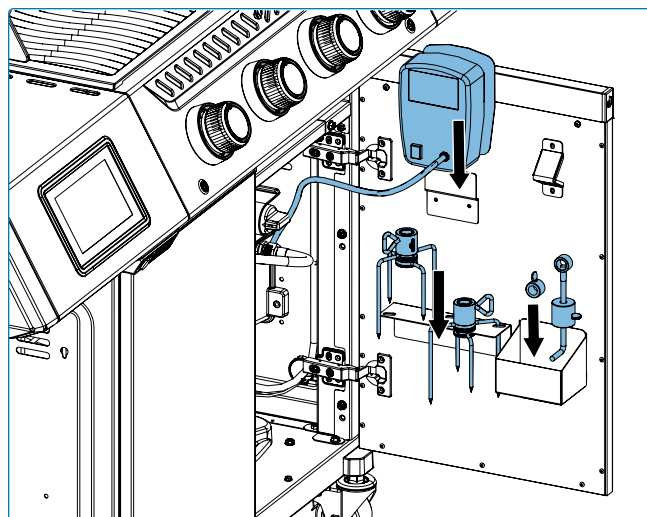

Fig. 9
- Utilisez les emplacements de rangement des sondes sur l'étagère latérale lors de la préparation à la cuisson. Débranchez les sondes et rentrez-les à l'intérieur lorsqu'elles ne sont pas utilisées pour les protéger des intempéries (**Fig. 9**).